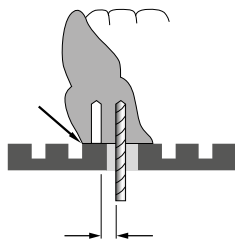

Abb. 6.2
- ⇒ Verschieben Sie den Zahnkranz bis zur Außenkante des ersten Markierungsrings (Abb. 6.2).